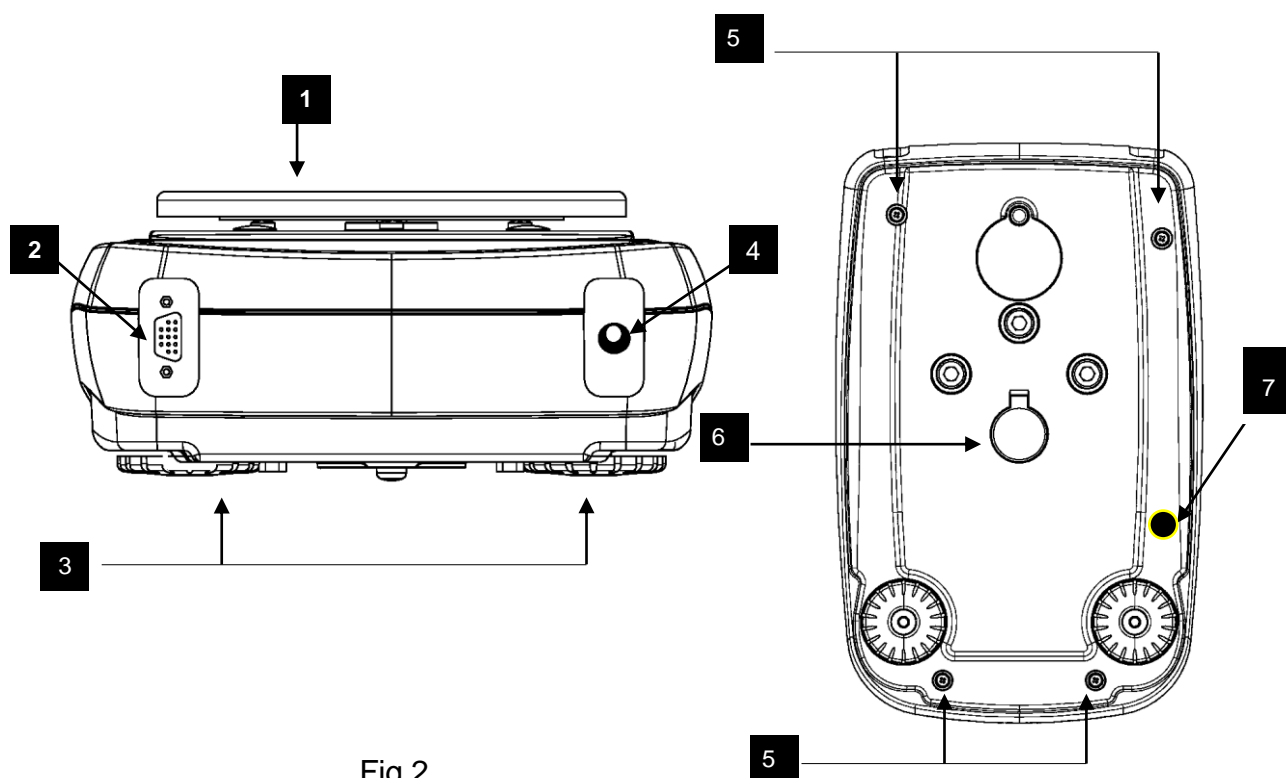

Fig.2
- **Collegare** l'alimentatore al connettore (fig.2 par. 5). posto sul retro della bilancia
Nome e funzione (Fig.2)